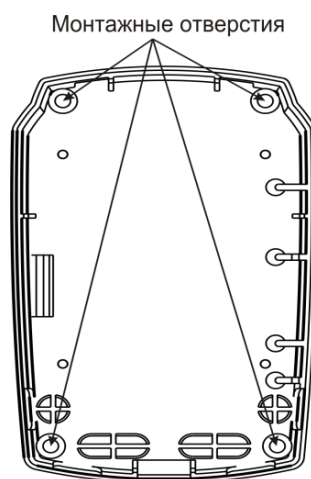

Рисунок 9.2
- выдавить отверткой заглушки монтажных отверстий и отверстий для ввода проводов в основании маршрутизатора 8845 (рисунок 9.2):